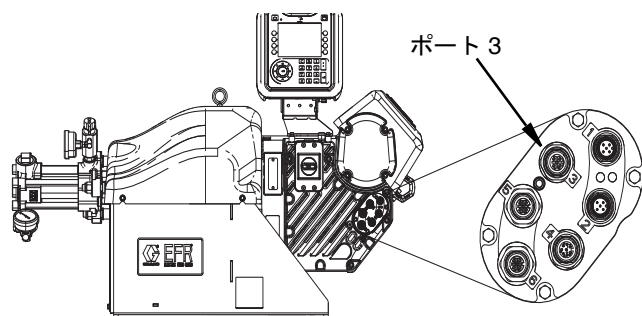

図 7
4. EFR ドライバーのポート 3 からコネクタを外してください。図 7 (15 ページ) を参照してください。